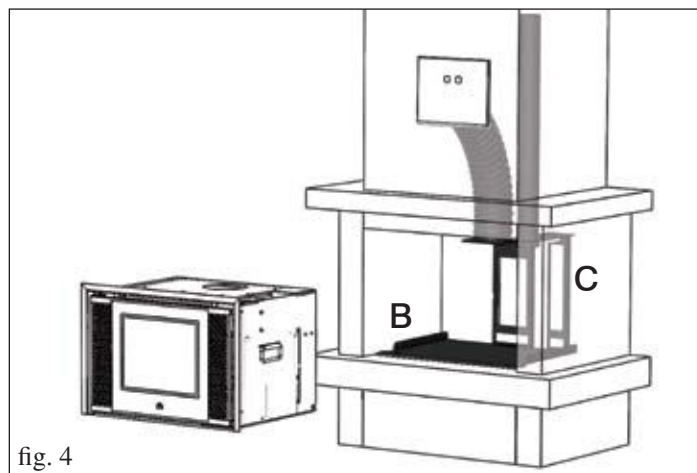

fig. 4
• Die Grundplatte (**B**) des Kits in der für INPELLET 49 bestimmten Position installieren (Abb. 4). Die Platte (**B**) mit den mitgelieferten Schrauben befestigen.